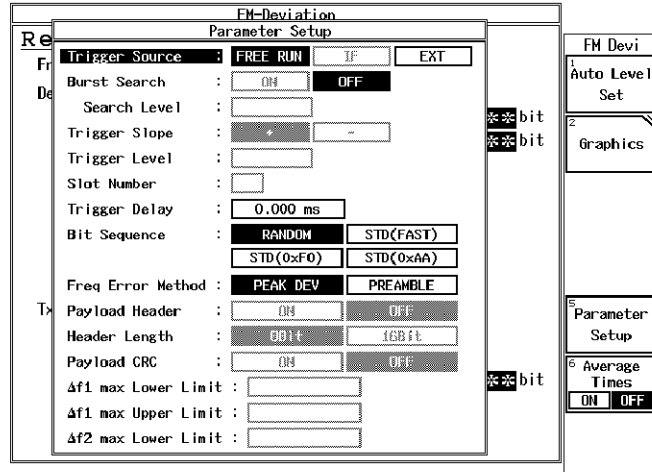

図 6-3 Parameter Setup 設定
- Parameter Setup を押し、図 6-3 のように設定します。